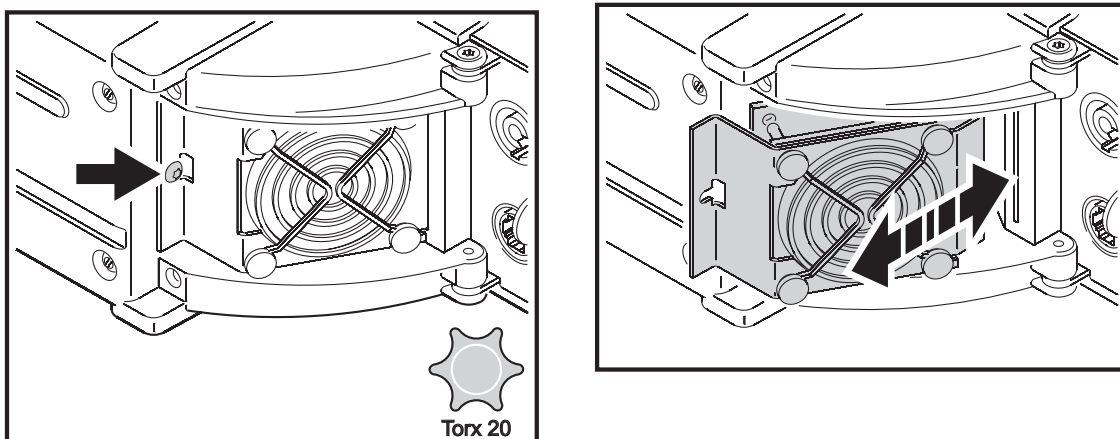

Figure 4: Démontage des ventilations
5. Voir Figure 4. Si un ventilateur ou sa grille requiert un nettoyage plus approfondi, démontez sa vis de fixation Torx et dégagez le montage du carter en le faisant glisser (voir schéma). Attention aux fils ! Brossez la poussière des pales avec une brosse souple tout en aspirant la poussière dégagée.